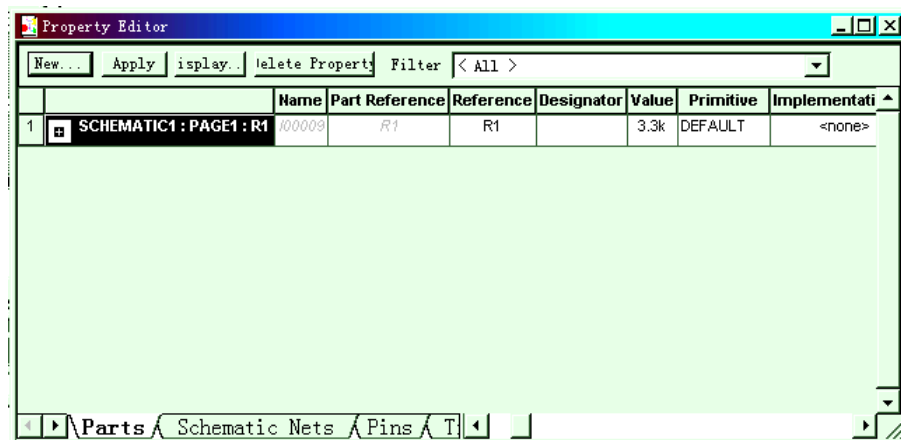

图 5.3.7 元器件参量设置电子表
激活R₂，出现如图 5.3.7 所示的元器件参数编辑窗口。在Value栏中键入“3.3K”，点击“Apply”键更新设置，关闭编辑窗口，完成R₂的赋值。以此类推，分别对R₃、R₄、C₁赋值。
(2) 激活 VDC，出现图 5.3.7 所示元器件特性编辑窗口，在编辑窗口的 Reference 栏中键入“ V_{in} ”，DC 栏中键入“0”或其它电压值，在扫描分析时，电压值是变量，故此处设置的电压值实际上不起作用。点击“Apply”键更新设置，关闭此窗口，设置完成。
(2) 激活 VSIN，出现图 5.3.7 所示元器件特性编辑窗口，在编辑窗口的 Reference 栏中键入“ V_{in} ”，其它参量设置如下：
（2）激活 VAC 源，出现图 5.3.7 所示 VAC 源的参数设置表，在“Reference”栏中填入“Vin”，在“ACMAG”栏中填入“1V”。数据表更改完毕后，点击“Apply”键更新设置，关闭此窗口，设置完成。